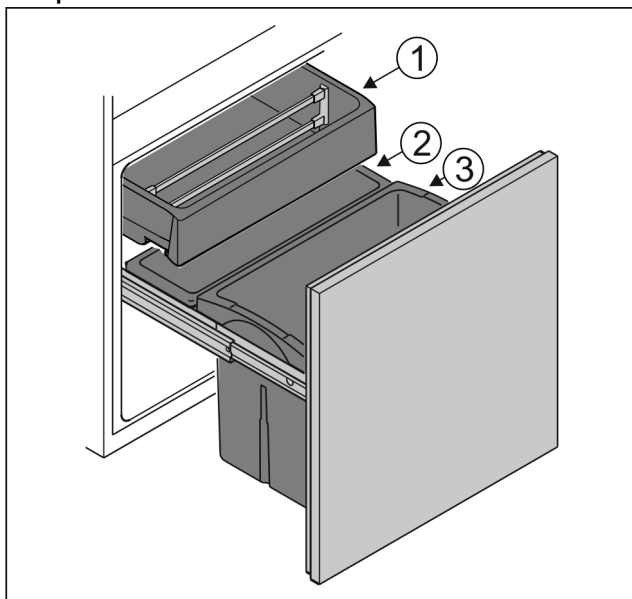

Fig. 4
- Nádoba *Fig. 4 (1)*: Vkládejte nezabalenou zeleninu a jižní plody.
- Nádoba *Fig. 4 (2)*: Vkládejte nezabalené drobné druhy ovoce a zeleniny.
- Nádoba *Fig. 4 (3)*: Vkládejte jednotlivé láhve.